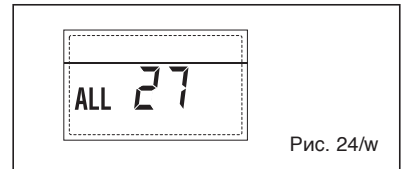

Рис. 24/л
– НЕПОЛАДКА СООТВЕТСТВИЯ ВХОДА (S3) ТОЛЬКО ДЛЯ УСТАНОВКИ 7 “ТРЕВ 28” (fig. 24/у)